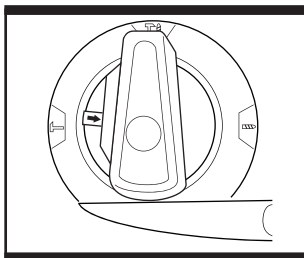
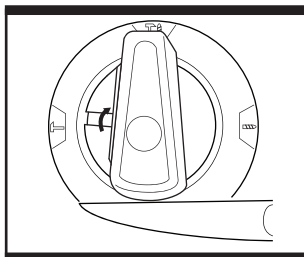

Fig. 7
Fig. 8
8. PERCAGE EN PERCUSSION (Fig. 7 & Fig. 8)
9. PERCAGE (Fig. 7 & Fig. 8)
10. MARTEAU (Fig. 7 & Fig. 8)